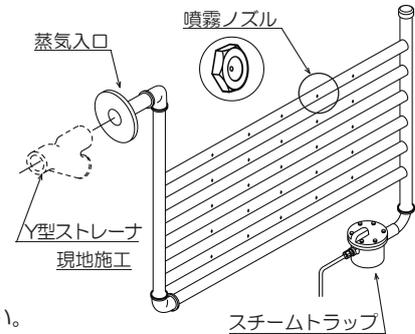

図2-18 TY型蒸気加湿管
- ・ステンレス製の管を組み合わせた構造で、蒸気入口側の縦管から横に取出した管に配置された噴霧ノズルより蒸気を噴霧します。発生した凝縮水は反入口側の縦管からスチームトラップを経て排出されます。(図2-18参照)